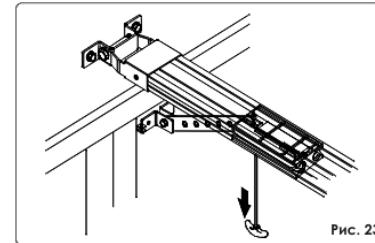

Рис. 23
- Дерните ручку расцепителя вниз и убедитесь, что ворота могут двигаться вручную (рис. 23).